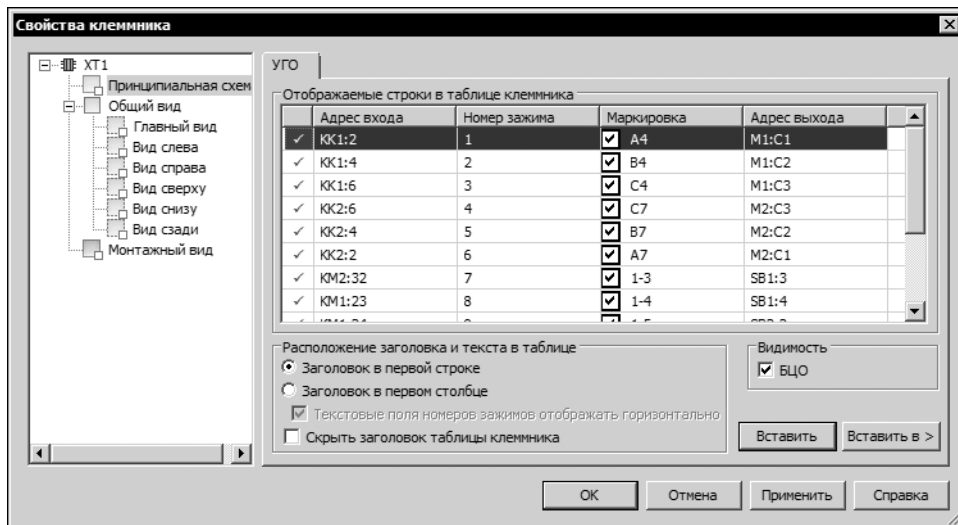

Рис. 22.10. Вкладка **УГО** диалога свойств клеммника
1. В дереве состава объектов клеммника укажите уровень **Принципиальная схема** (для вставки таблицы в принципиальную схему) (рис. 22.10) или уровень **Монтажный вид** (для вставки таблицы в монтажно-коммутационные схемы).